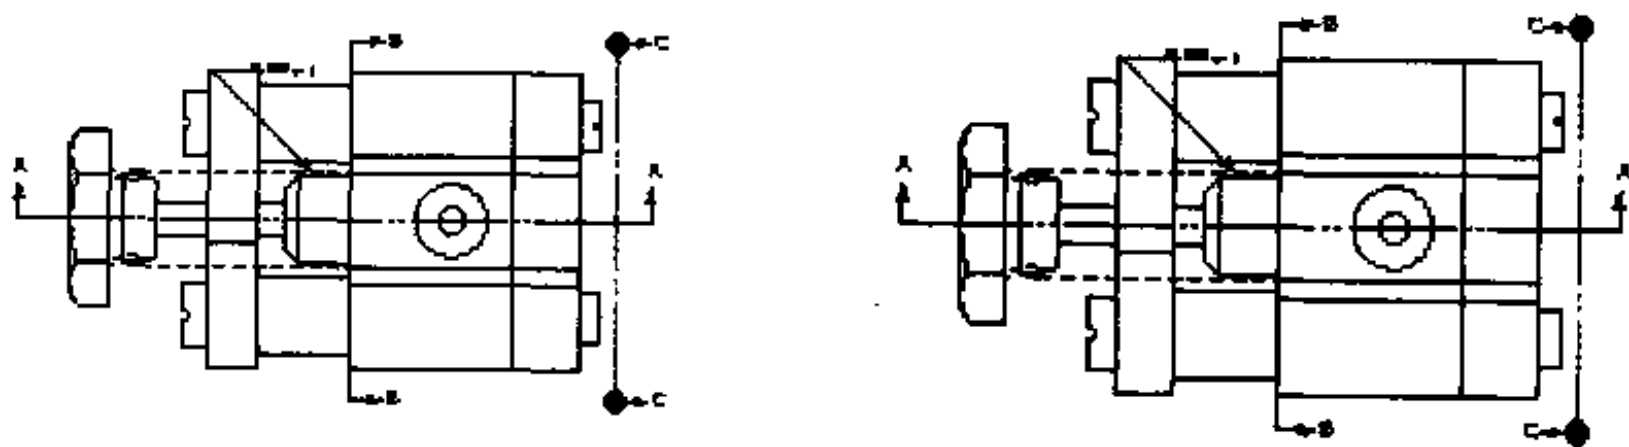

图 3.98 选择辅助视图方向
- (3) 单击【辅助视图】按钮, 选择【垂直截面线】按钮, 然后将光标移至顶部视图中【5 定位板】的右侧, 结果如图 3.98 所示。再单击【切换方向】按钮, 改变投视的方向, 结果如图 3.98 所示。